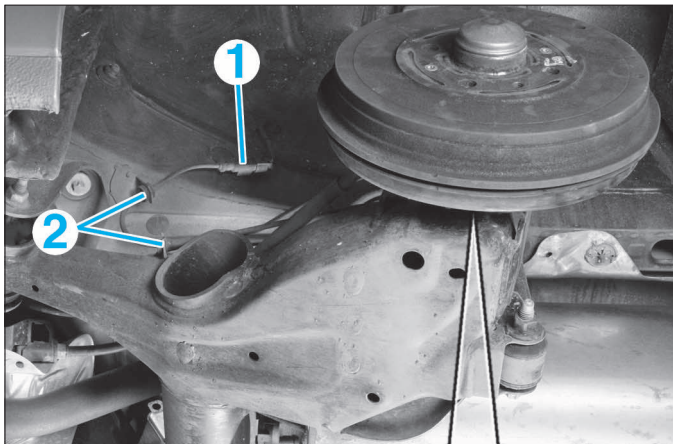

FIG. 18
- Débrancher le connecteur (1) du capteur de vitesse dans la joue d'aile (Fig.18).
- Retirer le faisceau des pattes de fixation (2).
- Déposer le capteur de roue (3).